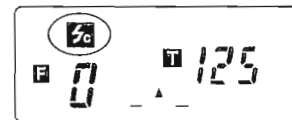

図21
- ① モード切り替えボタンを押して、コード接続モードにします。(図21)
- ② フィルム感度とシャッター速度をセットします。